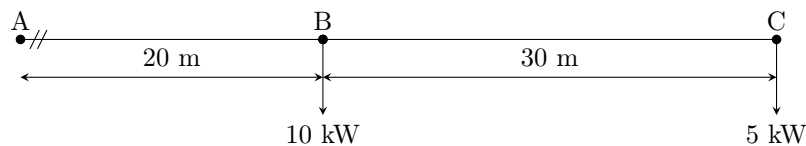

Figura 7.19: Diagrama unifilar del problema 7.35.
- 7.35 (P.2-8.) La línea de distribución de corriente continua indicada en la figura 7.19, está formada por conductores de cobre de sección  $16 \text{ mm}^2$ . La tensión es de 220 V. Calcular la caída de tensión total.